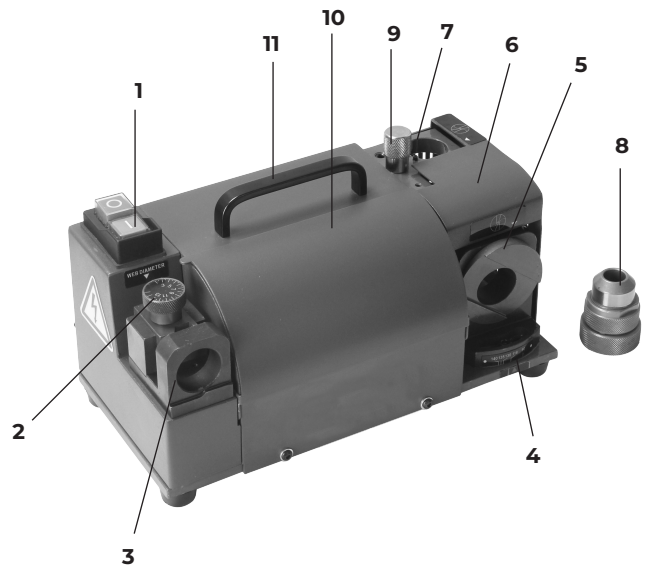

Fig 1
1. Stellen Sie den Wahlschalter (A) mithilfe der Anzeige auf den Durchmesser des Bohrers ein (für einen 8,2 mm Bohrer setzen Sie die Markierung zwischen 8 und 8,5 mm).
2. Führen Sie das Bohrfutter mit dem Bohrer in die Aufnahme für die Längeneinstellung des zu schärfenden Bohrers (3 Abb. 1) ein und prüfen Sie, ob es fest sitzt.
- Wenn die Spitzenhöhe weniger als 10 mm beträgt, fügen Sie 1 bis 2 Teilstriche auf dem Wahlschalter hinzu (2 Abb. 1).
- Wenn die Schnitthöhe des Bohrers von der eines normalen Bohrers abweicht, überprüfen Sie die Parallelität und wählen Sie dann den Durchmesser am Wahlschalter (2 Abb.1).
1. Stellen Sie den Indikator für die Einstellung des Spitzenwinkels (A) entsprechend dem Bohrer ein (95° bis 135°).
2. Schalten Sie die Maschine ein, indem Sie «1» auf dem Schalter drücken (1 Abb. 1).
3. Führen Sie den Bohrerhalter (B) in das Loch zum Schärfen der Schneidkante des Bohrers (5 Abb.1) ein, indem Sie die Abflachungen des Bohrerhalters und des Lochs zur Deckung bringen.
4. Schleifen Sie, indem Sie das Bohrfutter (B) von rechts nach links drehen, bis das Schleifgeräusch verschwindet (vergewissern Sie sich, dass das Bohrfutter anschlägt).
5. Entfernen Sie die Bohrspindel (B) und drehen Sie die gesamte Einheit um 180°, um den Vorgang zu wiederholen.